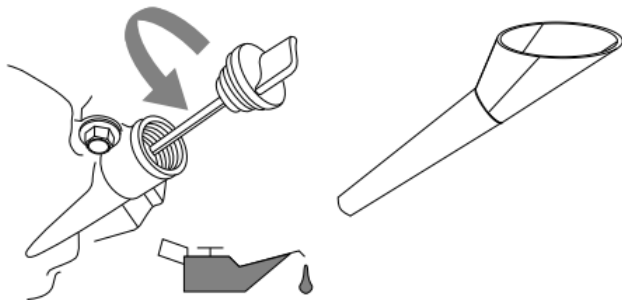

Рисунок 4-1
3. Зніміть кришку заливної горловини та витріть щуп. Див. рисунок 4-1.